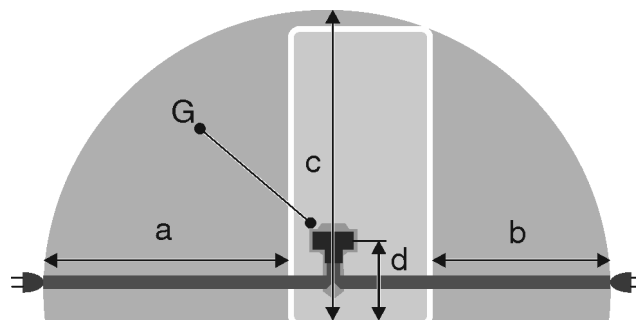

Fig. 21
- Utičnica se nalazi izvan područja bočne strane uređaja u navedenom području Fig. 21 (a, b, c).
- ▶ Utikač uređaja Fig. 21 (G) utaknite na stražnju stranu uređaja. Pripazite da ispravno uskoči.